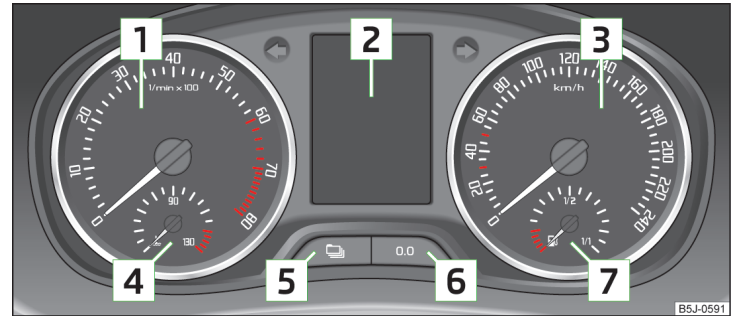

Abb. 19 Kombi-Instrument
Der rote Skalabereich des Drehzahlmessers 1 » Abb. 19 auf Seite 26 kennzeichnet den Bereich, in dem das Motorsteuergerät beginnt, die Motordrehzahl zu begrenzen. Das Motorsteuergerät begrenzt die Motordrehzahl auf einen sicheren Grenzwert.
Die Kühlmitteltemperaturanzeige 4 » Abb. 19 auf Seite 26 arbeitet nur bei eingeschalteter Zündung.
Die Kraftstoffvorratsanzeige 7 » Abb. 19 auf Seite 26 arbeitet nur bei eingeschalteter Zündung.
Das Zurücksetzen der Angabe kann durch langes Drücken der Taste  » Abb. 19 auf Seite 26 erfolgen.
Die Uhr wird mit den Tasten  und  eingestellt » Abb. 19 auf Seite 26.
- › Die Taste  » Abb. 19 auf Seite 26 wiederholt drücken, bis die Anzeige des Gesamtkilometerzählers blinkt » Seite 28.